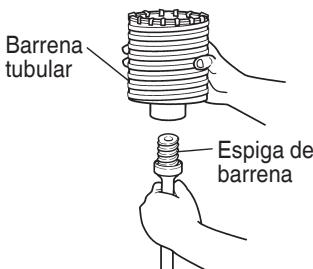

Fig. 15
- (1) Montar la barrena tubular en su espiga. (Fig. 15) Lubricar la rosca de la espiga de la barrena tubular para facilitar el desmontaje.